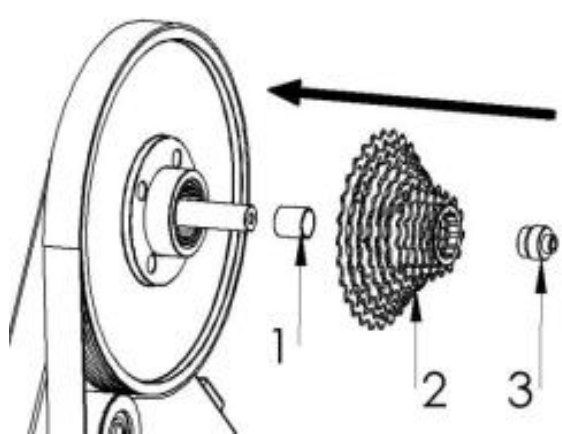
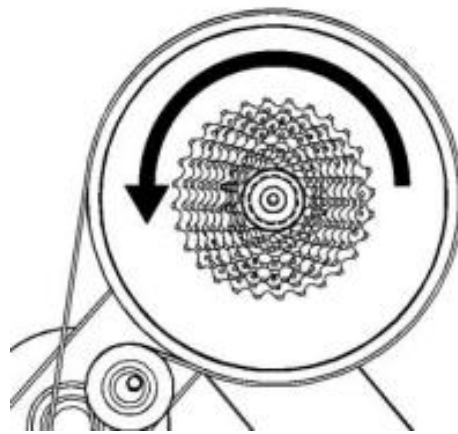

FIG 8
FIG 9
\*Com o intuito de facilitar a montagem e lubrificação, esse item já vem inserido no eixo do Cyclotronics de fábrica, ver item 1 da FIG 8.
Inicialmente certifique-se que o calço interno do free hub (item 1 FIG 8) está inserido no eixo do SMART TRAINER CYCLOTRONICS. Insira o conjunto cassete/free hub (item 2 FIG 8). Para inseri-lo, empurre o conjunto para encaixar no anel dentado no centro da polia, girando no sentido da seta representada na (FIG 9) (sem realizar força em demasia), sentido o qual o free hub gira